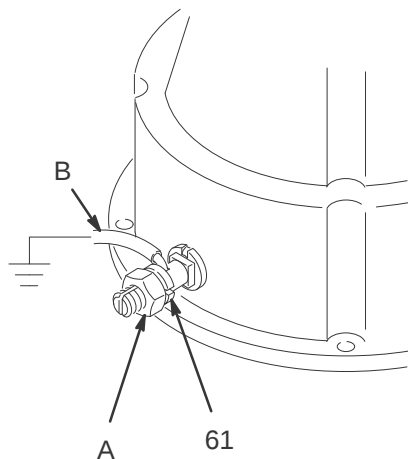

Рис. 2
Ослабьте контргайку (A) клеммы заземления и шайбы. Вставьте один конец провода (B) в клемму заземления (61) и плотно затяните стопорную гайку. См. рис. 2. Соедините другой конец провода с точкой истинного заземления, как рекомендовано местными правилами и нормами. Закажите провод и зажим заземления, арт. № 237569.